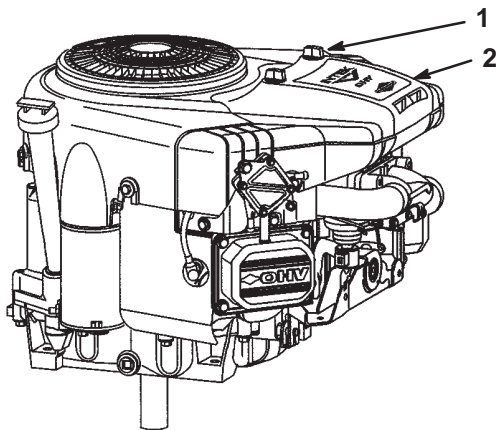

Bild 33
3. Reinigen Sie den Bereich um den Luftfilter herum, um zu verhindern, dass Schmutz in den Motor fällt und Schäden verursacht. Schrauben Sie die Verschlusschrauben los und entfernen den Luftfilterdeckel (Bild 33).